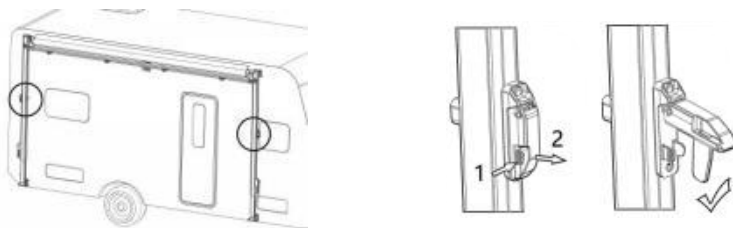

Figure D1
1. Zwolnij blokady bezpieczeństwa znajdujące się na środku obu prętów podporowych (naciśnij i obróć), a następnie poluzuj śruby prętów napinających. (Rysunek D1)
Obróć pręt podporowy do wewnątrz i zatrzaśnij go w dolnym uchwycie montażowym, aby przekształcić go w pozycję podtrzymującą nadwozie. (Rysunek D1 3)
2.2 Pociągnij blokadę podnośnika znajdującą się na dole prętów podporowych po obu stronach i naciśnij głowicę blokady, aby schować pręt podporowy. (Rysunek D1 4)